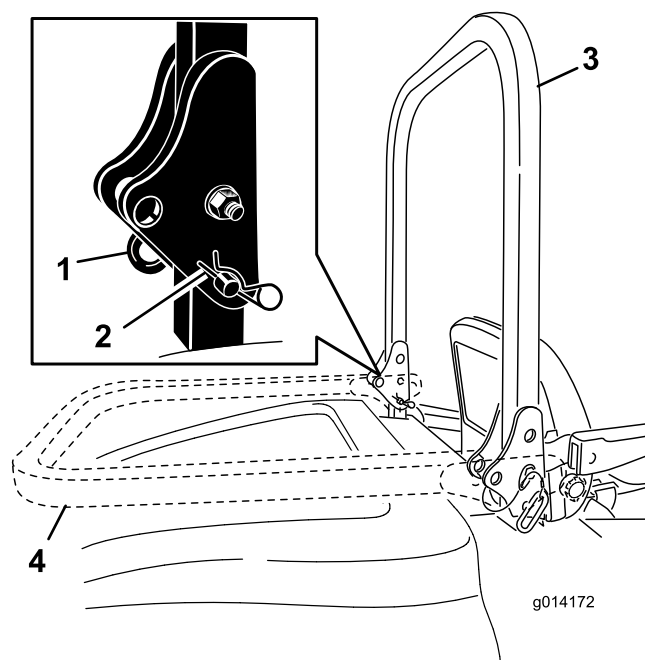

Figura 18
2. Retire las 2 chavetas y retire los 2 pasadores (Figura 18).
3. Eleve la barra antivuelco a la posición vertical (Figura 18).
4. Fije la barra antivuelco con los 2 pasadores y las 2 chavetas (Figura 18).
1. Retire las chavetas, presione la barra antivuelco hacia delante contra los muelles y retire los 2 pasadores (Figura 18).
2. Baje la barra antivuelco (Figura 18).
3. Instale los 2 pasadores en las placas de pivote y fije los pasadores con las 2 chavetas (Figura 18).